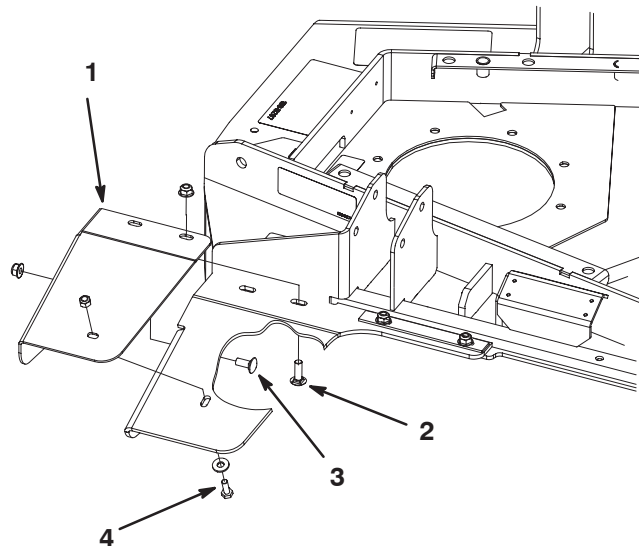

Figure 2
2. Montez sans serrer le déflecteur de base gauche sur le déflecteur en caoutchouc au moyen des fixations et des emplacements décrits ci-dessous. Positionnez les fixations comme illustré à la figure 2.
- Bord avant – (2) boulons de carrossier 5/16 x 1 pouce et écrous à embase.
- Côté – (1) boulon de carrossier 1/4 x 3/4 pouce et écrou à embase.